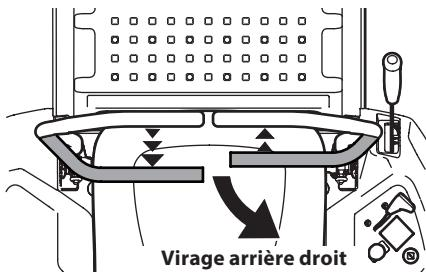

Figure 28
- Pour faire demi-tour en marche arrière, déplacez le levier de contrôle droit en avant du levier de contrôle gauche. Consultez la Figure 28.